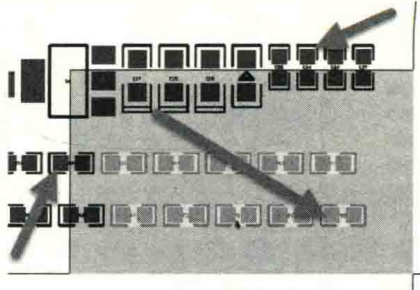

图 8-19 从上往下选择
(1) 按住“Shift”键，多次单击鼠标左键。
(2) 从左上角按住鼠标左键，向右下角拖动鼠标，在框选范围内的对象都会被选中，如图 8-19 所示，框选外面的或者和框选搭边的元件无法被选中。